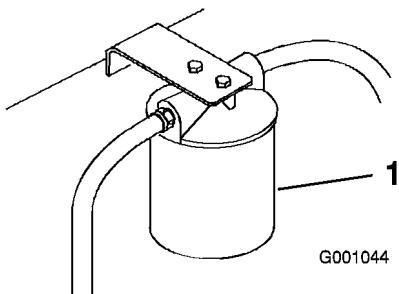

Figura 71
- Collocate una bacinella di spurgo sotto il filtro, togliete il filtro usato e pulite la guarnizione di riduzione del filtro (Figura 71).